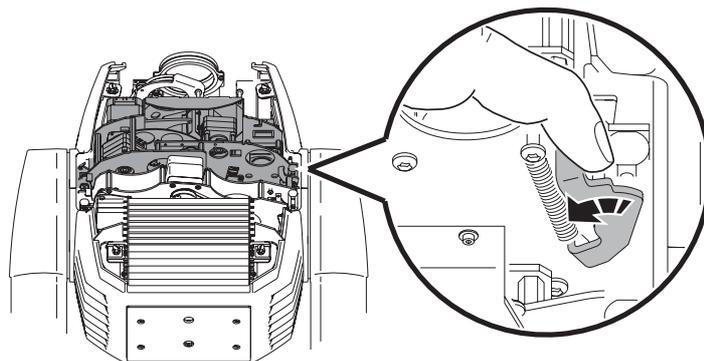

Bild 17: Verriegelungen des Gobomoduls
6. Entriegeln Sie das Gobomodul, indem Sie beide Riegel nach innen drücken (Bild 17). Ziehen Sie das Modul ca. 1 cm heraus und lassen Sie die Verriegelungen los. Ziehen Sie das Modul gerade aus dem Kopf.